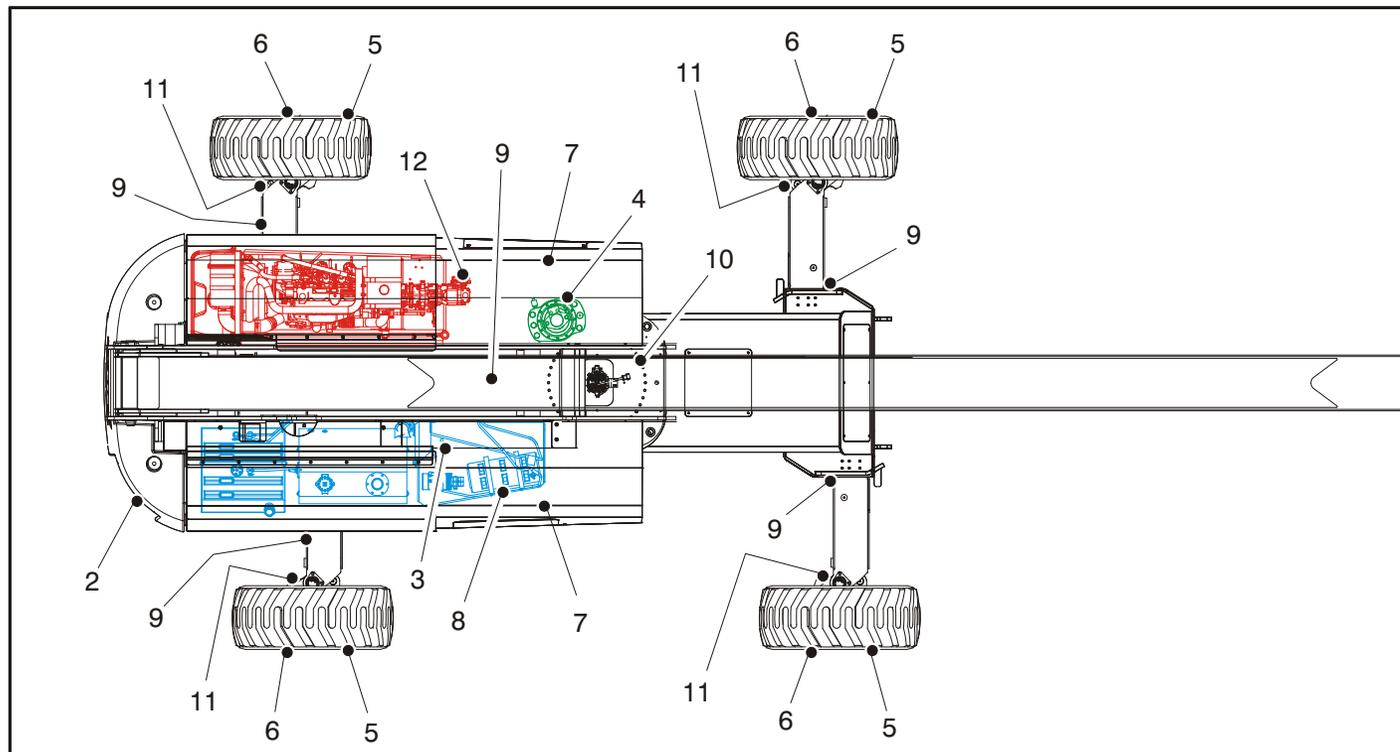

Figure 2-4. Ronde d'inspection quotidienne - Fiche 1 de 4
5. **Ronde d'inspection** – Voir la Figure 2-4.